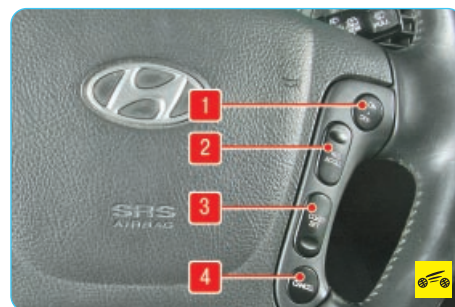

Рис. 1.8. Блок управления системой круиз-контроля
- **блок управления системой круиз-контроля** (рис. 1.8) (установлен в варианном исполнении):